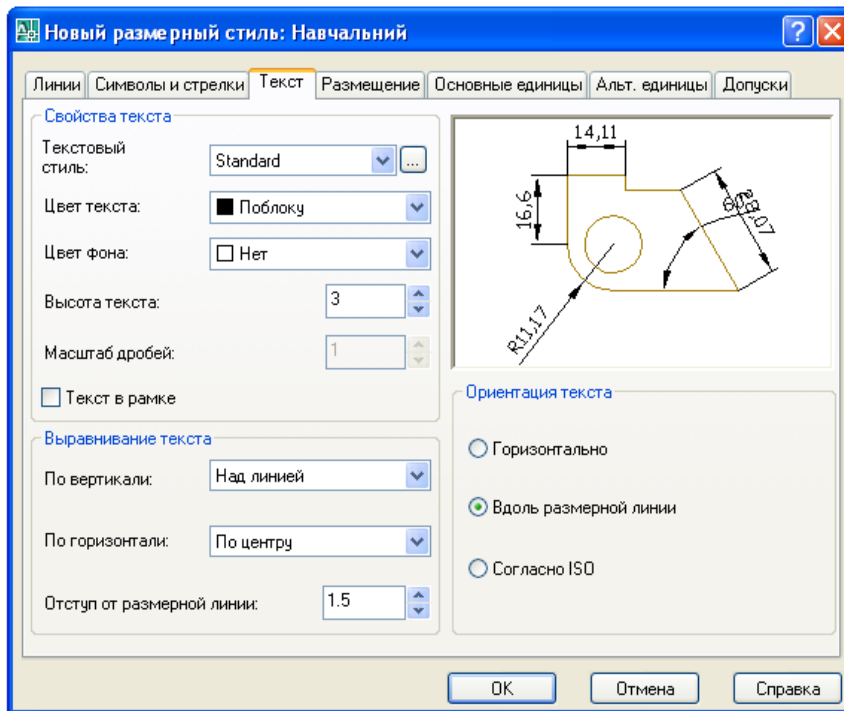

Рис. 1.41. Вид розмірного стилю по закладці «Текст»
– по закладці «Текст» – установити мітку на «Вдоль размерной линии» і в області «Выравнивание текста по вертикали» вибрати «Над линией» (рис. 1.41)